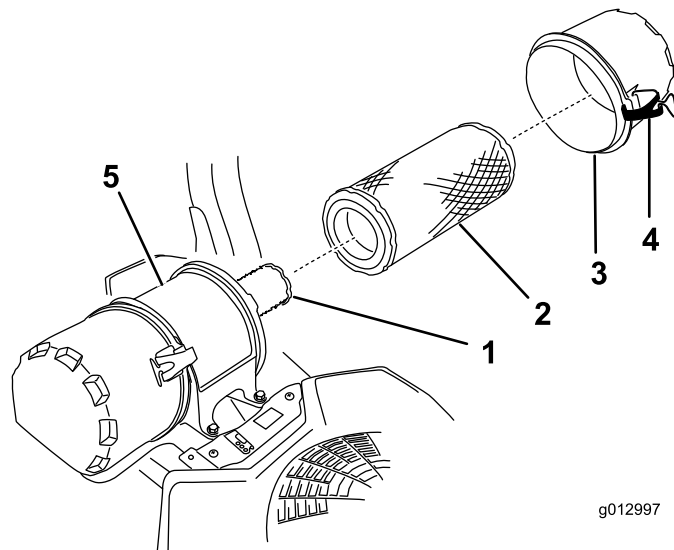

Figura 44
- Abra los cierres del limpiador de aire y tire de la tapa de la entrada de aire para separarla del cuerpo del limpiador de aire (Figura 44).
- Extraiga con cuidado el filtro primario de la carcasa del limpiador de aire (Figura 44).
- Si va a cambiar el filtro interno, deslícelo cuidadosamente en el cuerpo del filtro (Figura 44).
- Deslice cuidadosamente el filtro primario por encima del filtro interno (Figura 44).
- Instale la tapa del limpiador de aire y fije los cierres (Figura 44).